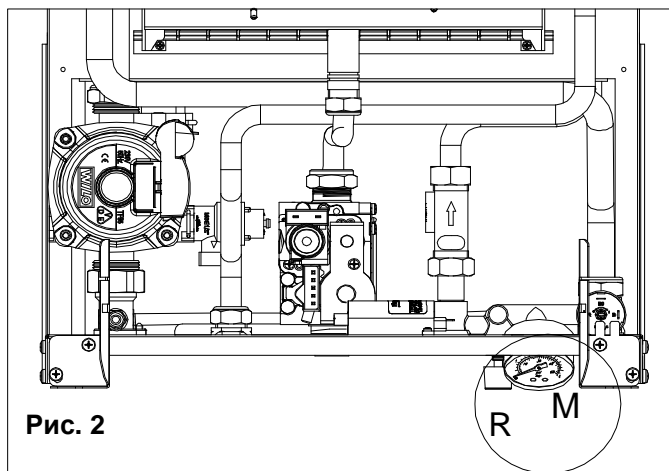
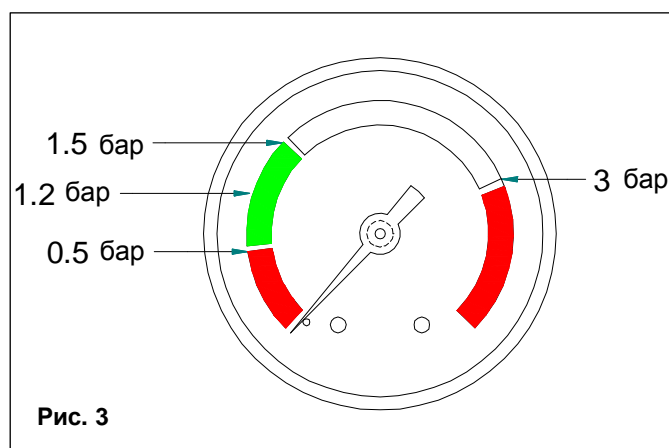

Рис. 2
Рис. 3
Давление воды в контуре отопления следует проверять в течение всего периода эксплуатации котла. В связи с этим показания на манометре **M** (рис. 2), расположенном в нижней части бойлера, не должны быть меньше 1 бар.
Для возобновления нормальной работы системы откройте внешний кран подпитки **R** (рис. 2) и с помощью манометра **M** убедитесь в том, что давление системы достигает половины зеленого сектора (1,2 бар, см. рис. 3) и что на дисплее не горит код H2O.
- Проверьте давление теплоносителя в контуре отопления. Показания на манометре **M** (рис. 3), расположенном в нижней части бойлера, не должны быть меньше 1 бар.